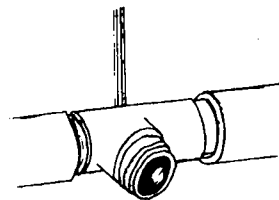

FIG. 1
2.º Passo — Faça a ancoragem do tê usando alavanca (fig. 1).